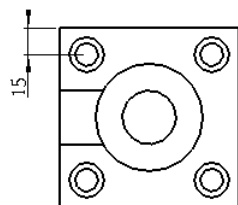

图 5.2.64 尺寸显示 (一)
Step4. 此时系统弹出 **ARC PNT TYPE (弧/点类型)** 菜单，选择 **Center (中心)** 命令，此时在视图中显示尺寸，如图 5.2.64 所示。